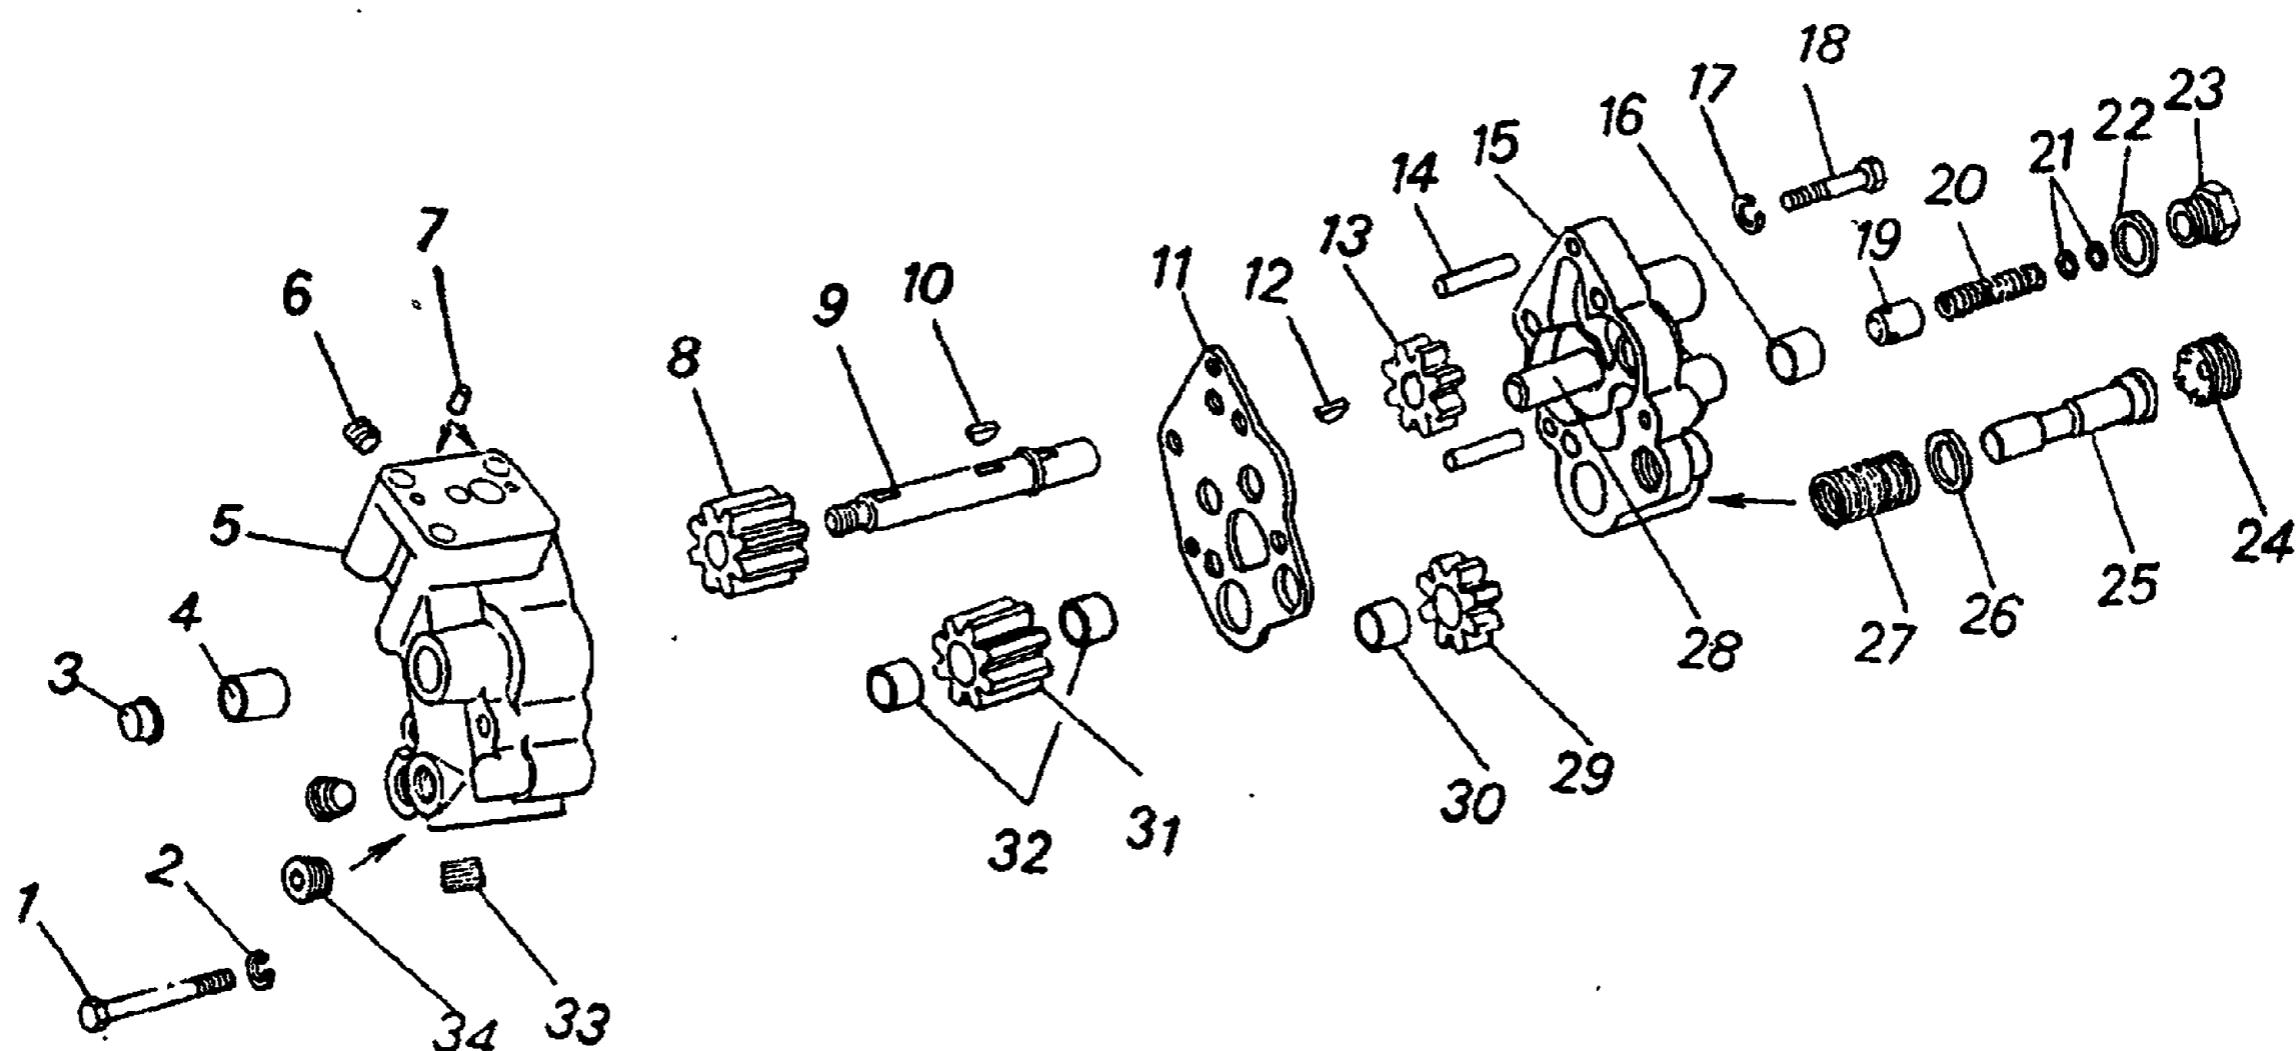

Рис. 108. Насос масляный:
2. Снимите сегментную шпонку 10 (рис. 108)	Зубило, молоток
9. Запрессуйте ось 28 (см. рис. 108) в корпус 15 радиаторной секции, обеспечив выступление оси над плоскостью разъема ($47 \pm 0,2$) мм. Установите на ось ведомое зубчатое колесо 29	Тиски, гидравлический пресс, молоток, оправка